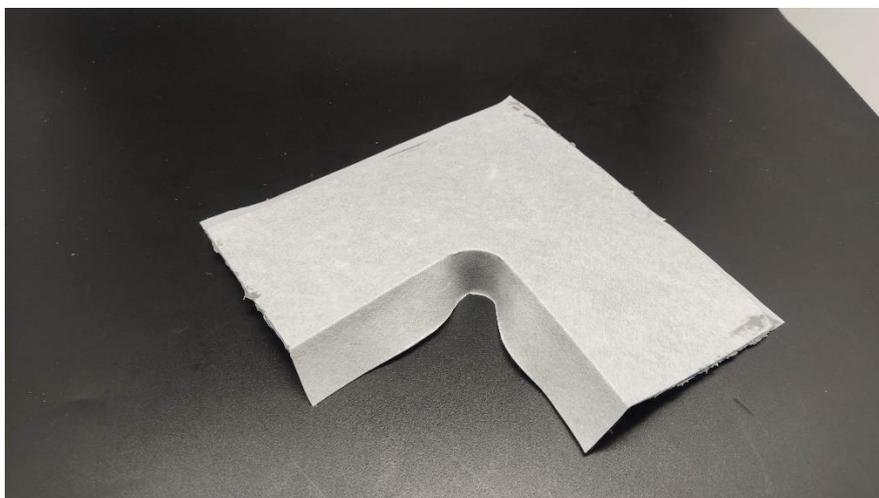

Figure 6 : Angle Multifonction
- Angle multifonction (Figure 6) : permet de traiter les autres configurations d'angle.